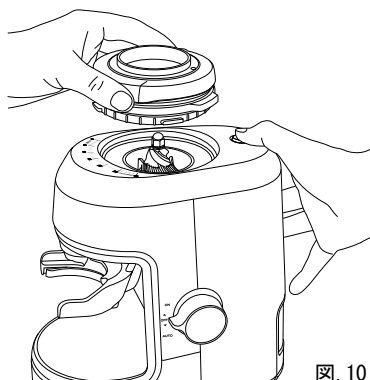

図. 10
5. グラインドカートリッジをグラインダー本体から持ち上げて取り外します。(図. 10参照)